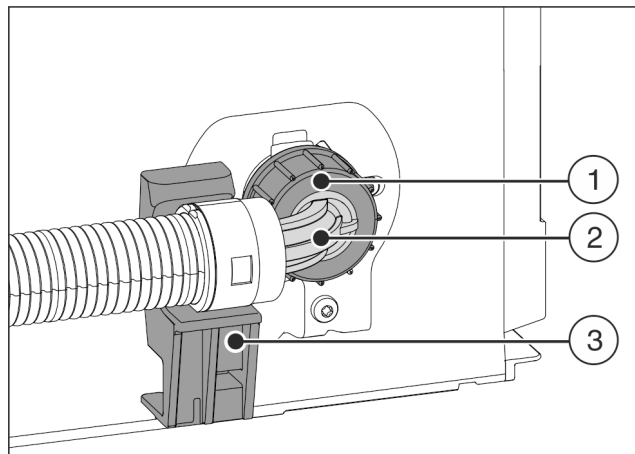

Fig. 23
- ▶ Zgiętą końcówkę węża Fig. 23 (2) należy wypozycjonować i przytrzymać poziomo na uchwycie Fig. 23 (3).
- ▶ Nakrętkę Fig. 23 (1) przykręcić ręcznie do gwintu, aż do uzyskania pewnego, ścisłego mocowania.